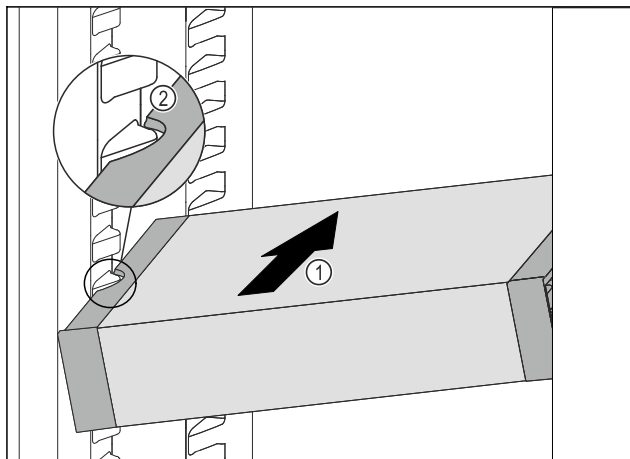

Fig. 54
- ▶ Predal VarioSafe potisnite v hladilnik poševno Fig. 54 (1), dokler nista stranska izreza Fig. 54 (2) predala VarioSafe na višini nastavka za posodo v hladilniku.